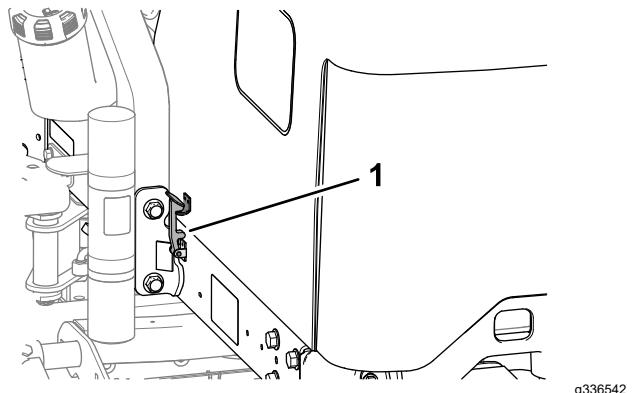

Figure 43
2. Faites pivoter le capot vers le haut et l'arrière (Figure 43).